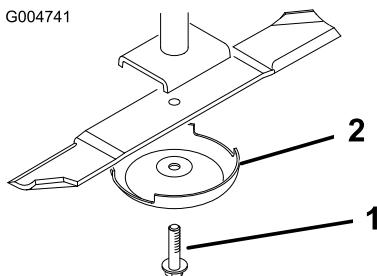

Bild 116
3. Entfernen Sie die Messerschraube, die Antiskalpierkoppe und das Messer von der Spindelwelle (Bild 116).